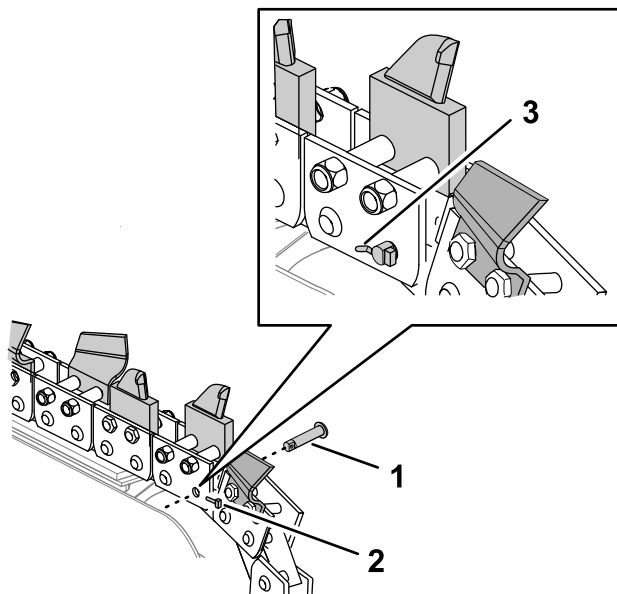

Рисунок 15
2. Поверните землеройную цепь так, чтобы главный штифт был расположен в верхней части натяжного колеса (Рисунок 15).
4. Выпрямите или отрежьте выступающую часть предохранительного штифта и извлеките штифт (Рисунок 15).
5. Снимите главный штифт и валик главного штифта (Рисунок 15).
4. Совместите отверстие в валике звена с отверстиями во внутренних пластинах на конце цепи (Рисунок 15).
5. Совместите отверстия во внутренних пластинах и валике цепи с отверстиями в наружных пластинах на другом конце цепи (Рисунок 15).
6. Расположите главный штифт с отверстием параллельно пластинам цепи перед натяжным колесом (Рисунок 15).
8. Вставьте предохранительный штифт в главный штифт так, чтобы головка штифта была направлена в сторону натяжного колеса (Рисунок 15).
10. Согните выступающую часть предохранительного штифта вниз под углом от 30° до 45° (Рисунок 15).